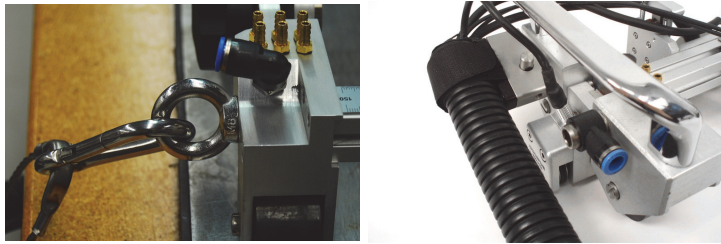

Рис. 3-1 Прикрепите универсальный кабель к крепежному кольцу
2. Прикрепите универсальный кабель или страховочный трос к крепежному кольцу; или PMA Flex к крепежной скобе (Рис. 3-1 на стр. 63).